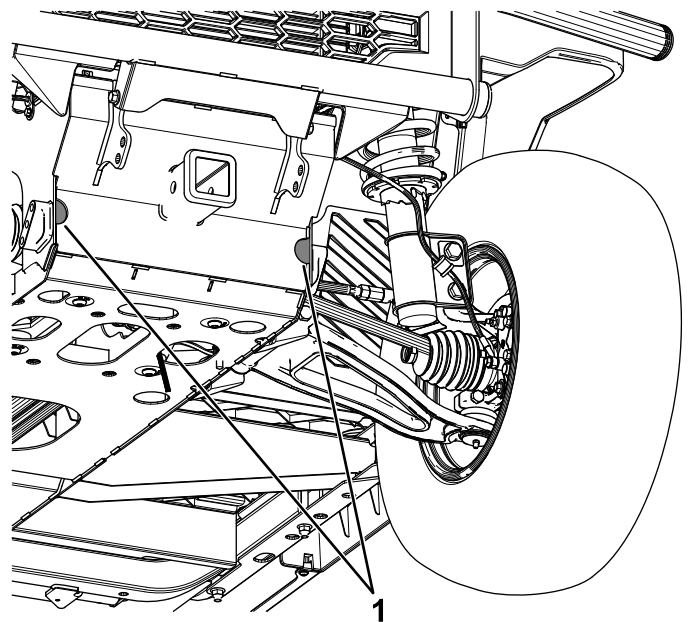
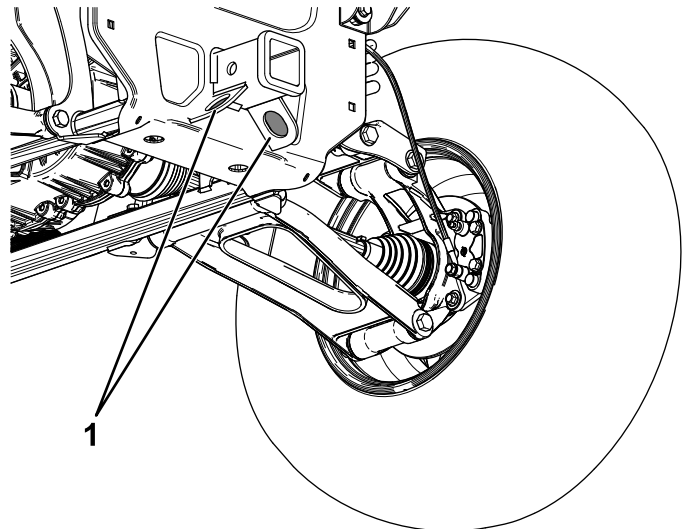

Figure 74
Figure 75
L'emplacement des points d'arrimage sur la machine est indiqué à la Figure 74 et la Figure 75.
1. Accrochez un câble de remorquage à la flèche d'attelage à l'avant du cadre de la machine (Figure 74).